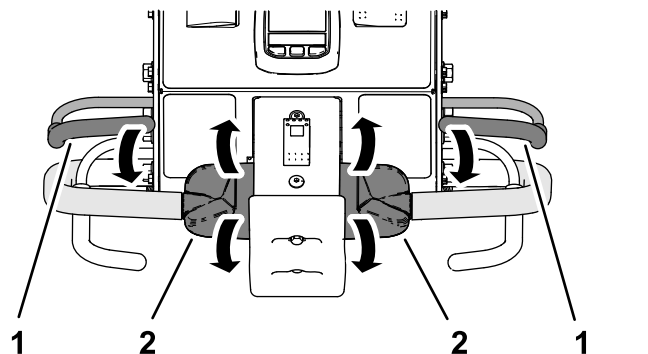

Рисунок 32
2. Удерживая штангу контроля присутствия оператора прижатой к рукоятке управления, поверните орган управления тягой (Рисунок 32) вперед или назад и запустите двигатель.